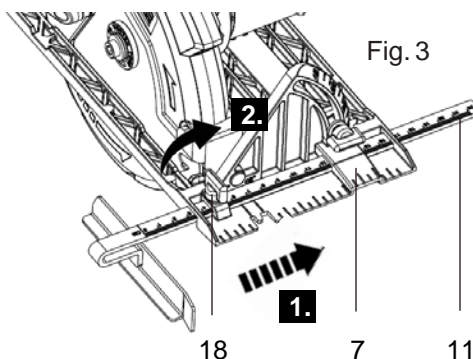

Fig. 3
1. A guia paralela (11) permite fazer cortes retos extra precisos.
2. Deslize a guia paralela (11) através da ranhura na placa base (7) pelo lado direito (Fig.3, passo 1) e fixe-a nessa posição apertando o manípulo de fixação da guia paralela (18) para a direita na parte dianteira da placa base (7) para realizar cortes paralelos à extremidade da peça de trabalho (Fig.3, passo 2). Utilize a escala para regular a largura desejada.
3. Simplesmente deslize a guia paralela (11) contra o lado da peça de trabalho. Também é possível a repetição de cortes de largura uniforme.